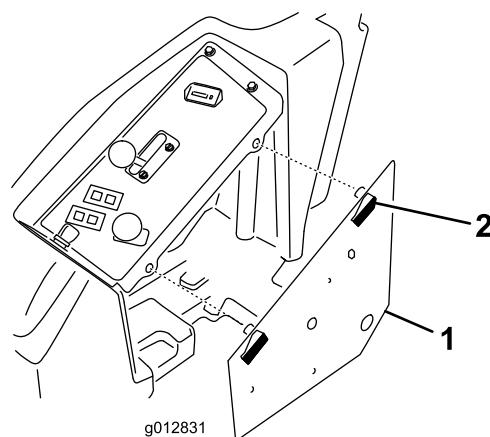

図 22
4. コントロールパネルカバーのラッチを外してカバーを取り外す図 22。
6. コントロールパネルカバーのラッチを外してカバーを取り外す図 22。